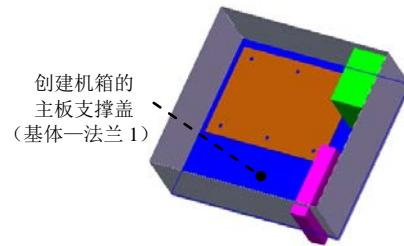

图 17.4.11 创建机箱的主板支撑盖
Step3. 创建图 17.4.11 所示的基体—法兰 1。
(1) 选择命令。选择下拉菜单 **插入(I)** → **钣金①** → **基体法兰②** 命令。
(2) 定义特征的横断面草图。选取上步绘制的草图作为横断面草图。在草图工具栏中单击 命令，退出草图环境，此时系统弹出“基体法兰”对话框。
(3) 定义拉伸深度属性。采用系统默认的深度方向。在“基体法兰”对话框的**钣金参数(S)**区域中，输入厚度值 0.5。在**折弯系数(A)**区域中的下拉列表中选择**K因子**选项，并在其文本框中输入 0.4。
(4) 单击 \checkmark 按钮，完成基体一法兰 1 的创建。